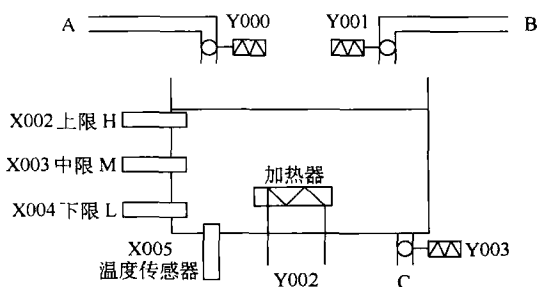

图 3-30 液体混合控制示意图
6. 两种液体混合装置控制。控制要求：如图 3-30 所示，有两种液体 A、B 需要在容器中混合成液体 C 待用，初始时容器是空的，所有输出均失效。按下起动信号，阀门 1(Y000)打开，注入液体 A；到达 M 位置时，阀门关闭，阀门 2(Y001)打开，注入液体 B；到达 H 位置时，阀门 2 关闭，打开加热器 R(Y002)；当温度传感器达到 60℃ 时，关闭 R，打开阀门 3(Y003)，释放液体 C；当到最低液位 L 时，关闭阀门 3 进入下一个循环。按下停止按钮，要求停在初始状态。